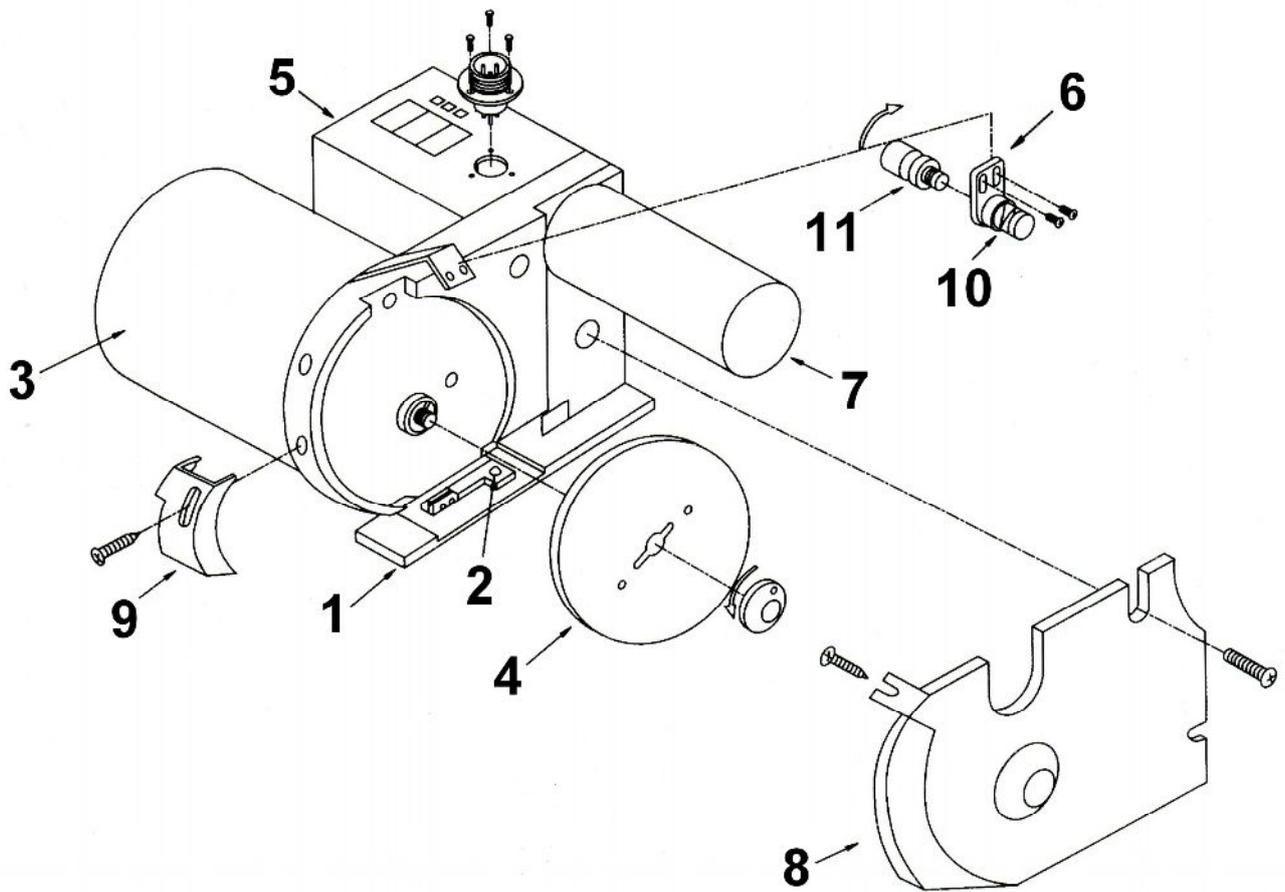

Рисунок 6
Раскройный нож (рис. 6) В его состав входят следующие компоненты : опора для крепления всех компонентов (1) с креплением для контр ножа (2), двигатель (3), дисковый нож (4), счётчик отрезанных слоёв (5), ручка с кнопкой включения (рисунок 7), точильное устройство (6) и противовес (7). Всё это выглядит следующим образом. В корпусе раскройной машины установлен двигатель который приводит дисковый нож в движение при помощи прямой передачи крутящего момента. Дисковый нож прикрыт защитным кожухом (8) с закреплённым на нём ограничителем высоты (9) раскраиваемого материала. В верхней части защитного кожуха установлено точило